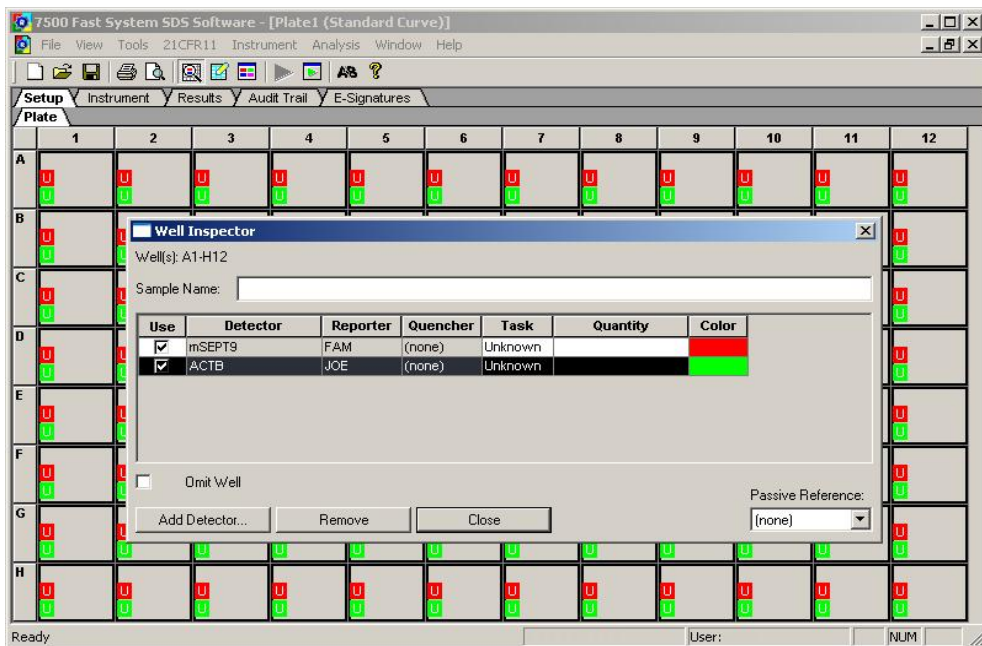

Abbildung 1: „Screenshot“ der SDS v1.4 Software nach Bestätigung der Einstellungen im 'Well Inspector' Window.
- Überprüfen Sie, dass die passive Referenz auf "(none)" gesetzt ist (siehe Abbildung 1).